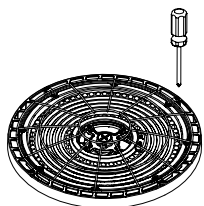

Figura 12
1. Colocar el protector de cables: Colocar el protector de cables sobre el artefacto, asegurándose de que quede bien alineada. (Consulte la Figura 12).